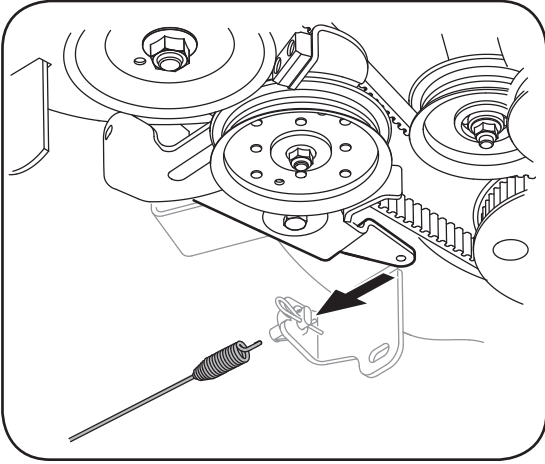

Figure 5-12
13. Retirez la goupille instantanée et décrochez le câble de la transmission à ressort du bras de la poulie de tension. Voir la Figure 5-12.